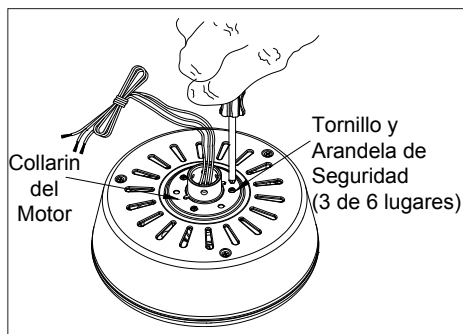

Figura 9
4. Retira tres de los seis tornillos y arandelas de seguridad (alternos) que sujetan el collarín del motor a la parte superior del conjunto motor-ventilador. (Figura 9)